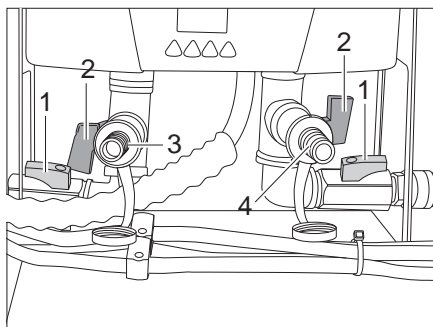

Fig. 190 Chauffe-eau instantané
- Fermer les vannes noires (Fig. 190,1).
- Raccorder un flexible de vidange supplémentaire allant à l'air libre au raccordement de gauche (Fig. 190,3).
- Raccorder l'air comprimé au raccordement de droite (Fig. 190,4) du chauffe-eau instantané (côté eau froide).
- Ouvrir les vannes de vidange rouges (Fig. 190,2).